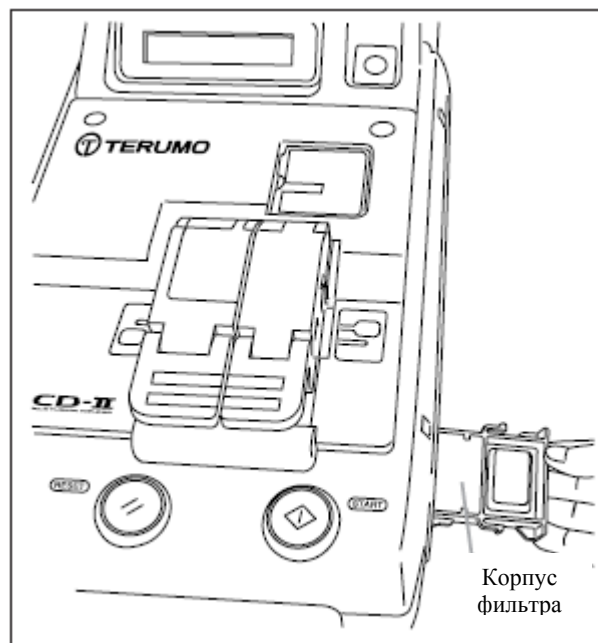

Рис. 21
1. Вытащите корпус фильтра из дна TSCD®-II и уберите содержащийся в корпусе фильтр. (См. рис. 21)